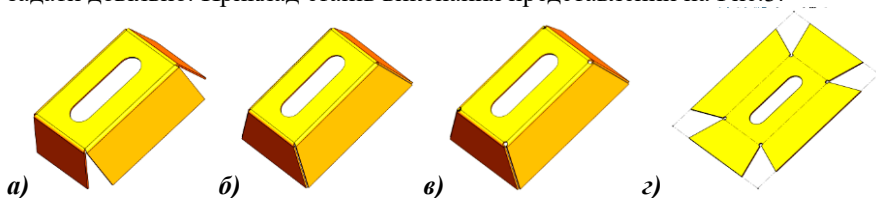

Рис.3. Закриття кута: а) заготовка; б) закриття кутів шляхом їх видовження; в) зняття напруження кутів (тип круглий); г) розгортка
6. Видовжити грані деталі (Рис.3а) для створення закритих кутів за допомогою інструменту *Кут*. Використати *Зняття напруження кута*, тип авто-зняття напруження – круглий. Передивитися розгортку. Розміри деталі задати довільно. Приклад етапів виконання представлений на Рис.3.